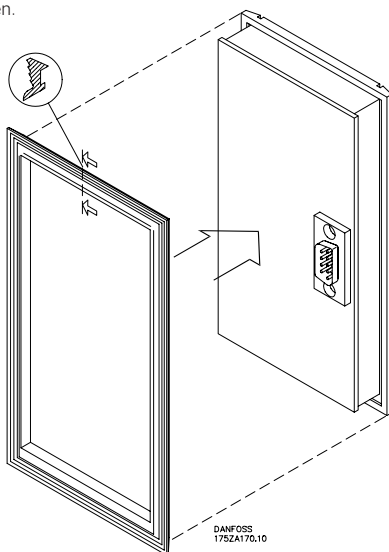

Fig. 3 / Abb. 3
2. Pakningen monteres på betjeningsenheden. Se fig. 3.
2. Mount the gasket on the control unit. See fig. 3.
2. Die Dichtung auf der Fernbedieneinheit montieren. Siehe Abb. 3.